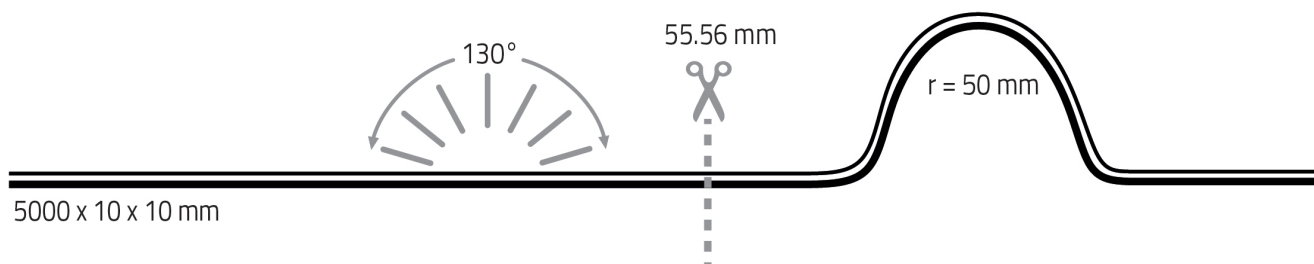

Bild 1
2. **VARDIFLEX** LED-Strip, falls erforderlich, kürzen (Bild 1).
**VARDIFLEX** LED-Strip kann jeweils nach **vierzehn LEDs (55,56 mm)** getrennt werden (Bild 1).